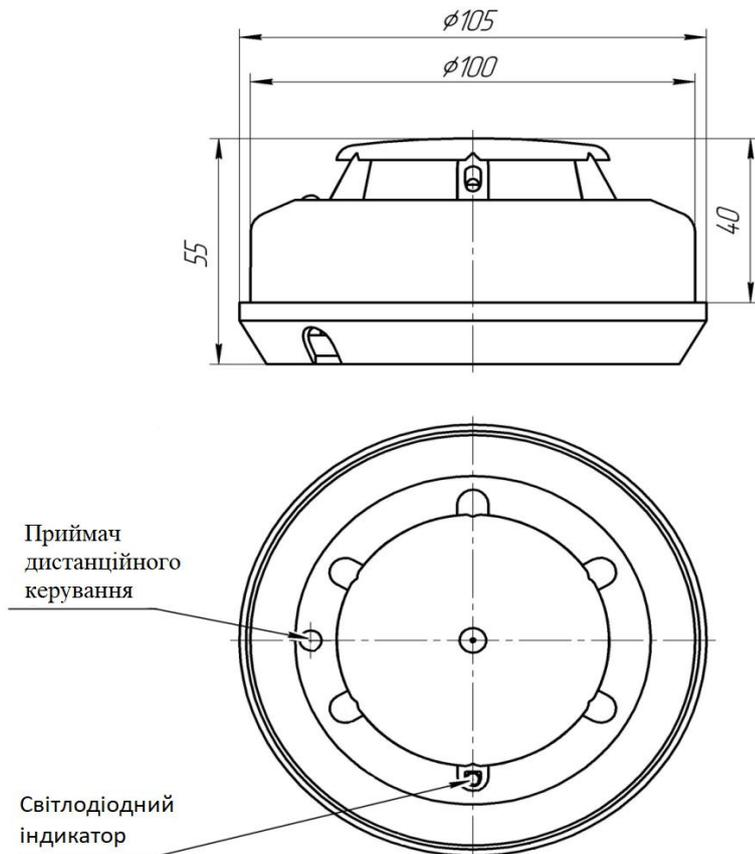

Рис. 1 – Загальний вигляд сповіщувача і габаритні розміри з підставкою
4.1 Сповіщувач складається з блоку сповіщувача пожежного, встановленого на розетку і підставку. Загальний вигляд сповіщувача наведено на рис. 1.